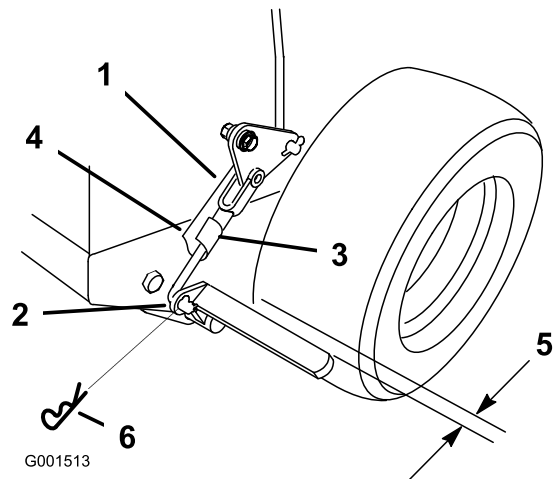

Figure 46
3. Enlevez la goupille fendue élastique de la biellette de frein inférieure (Figure 46).
4. Tournez la biellette de frein inférieure dans le sens horaire dans la chape pour serrer le frein de stationnement ; tournez la biellette de frein dans le sens anti-horaire hors de la chape pour desserrer le frein de stationnement (Figure 46).
Remarque: Il doit exister un écart d'environ 6 mm (1/4 de pouce) entre le pneu et la barre plate lorsque le frein de stationnement est desserré (Figure 46).
5. Fixez la biellette inférieure au levier de frein inférieur avec la goupille fendue et l'axe de chape (Figure 46).